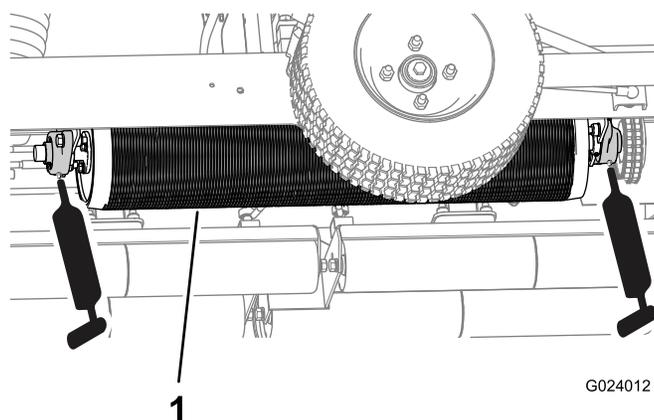
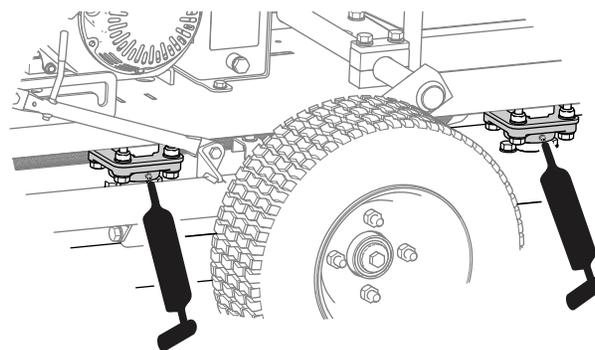

Рисунок 21
Рисунок 22
2. Закачивайте консистентную смазку как показано на Рисунок 21 и Рисунок 22.